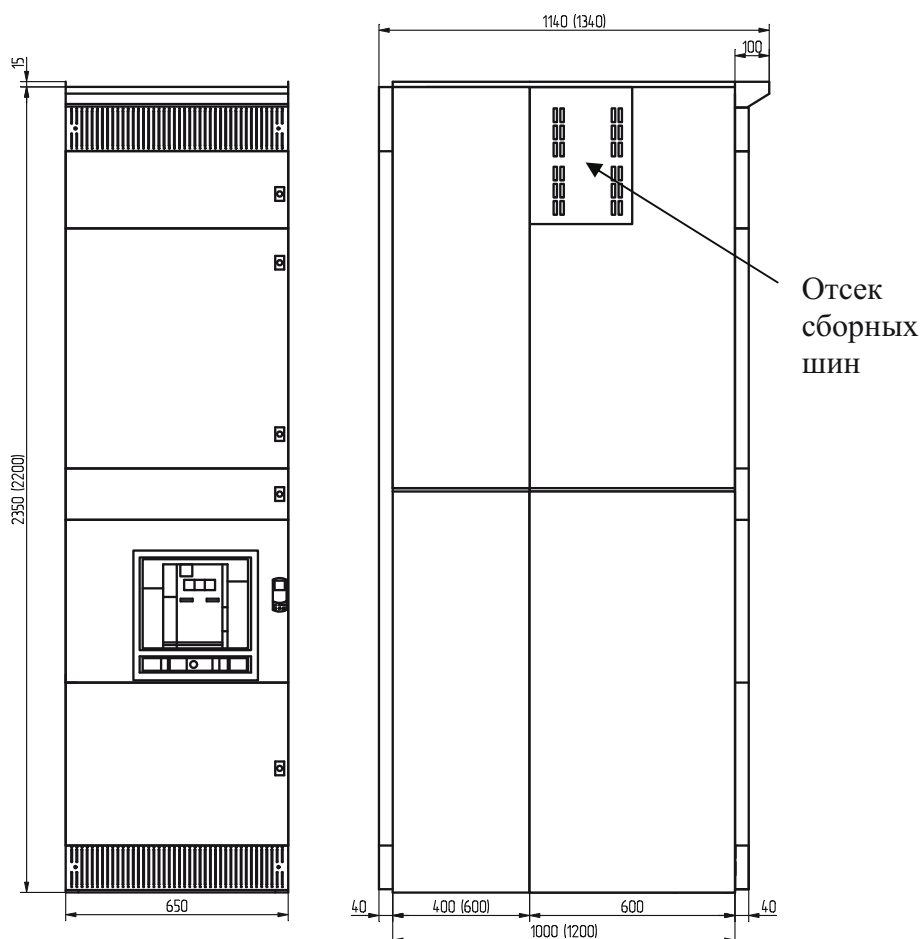

Рис. 6.19. Шкаф 2ШВ при подводе питания от панели стыковки
Конфигурацию шкафа и габаритные размеры – смотрите рисунок 6.19.
1) При подводе питания **кабелем снизу** в шкафу имеется возможность установки одного выключателя отходящей линии Masterpact NT (Compact NS) 600-1600 А. Конфигурацию шкафа (без отходящей линии) и габаритные размеры – смотрите рисунок 6.19. Места крепления шкафа к полу – смотрите приложение А. Проемы для подвода кабелей – смотрите приложение Б.